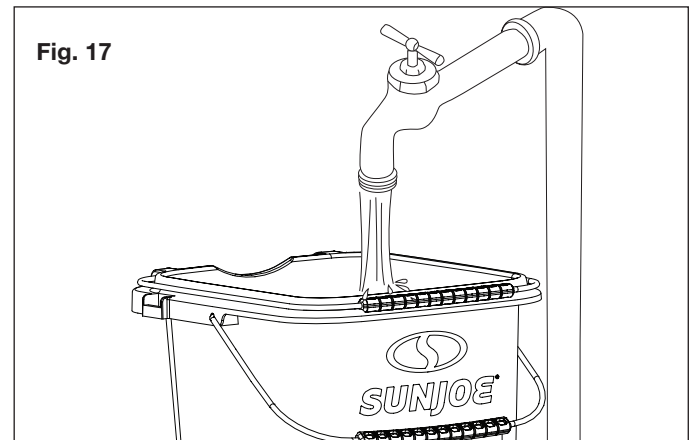

Fig. 17
2. Retire la cubeta para agua de la unidad base, y llénela con agua limpia y fresca (Fig. 17).